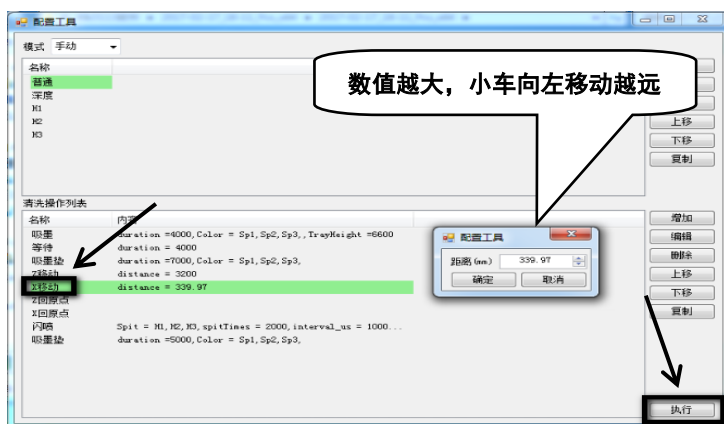

图 7.14 X 移动内容
6、鼠标左键双击“X 移动”内容根据如图 7.14 设置确定。设置完成后鼠标左键单击 X 移动—>执行,小车从 X 原点向左移动,进行刮墨,如图 7.15。小车向左移动的出厂值为 339.97。